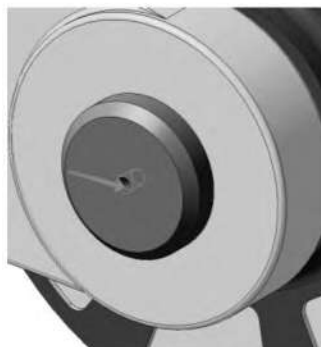

Рисунок 3.121. Выбор сопрягаемой поверхности детали «Ось»
10.4.6 Укажите коническую грань отверстия (рисунок 3.121).